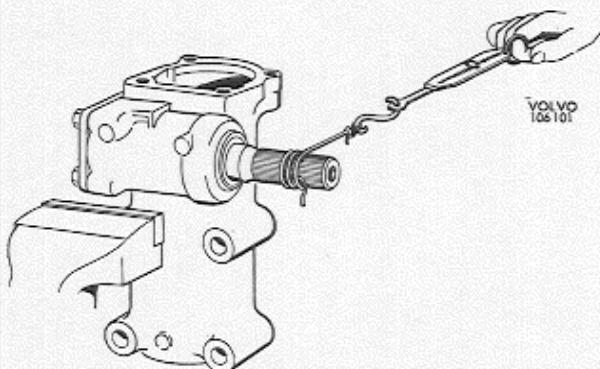
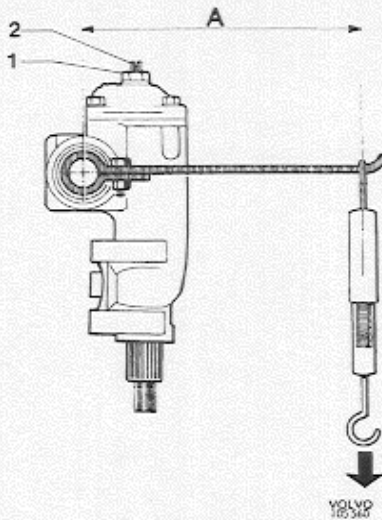
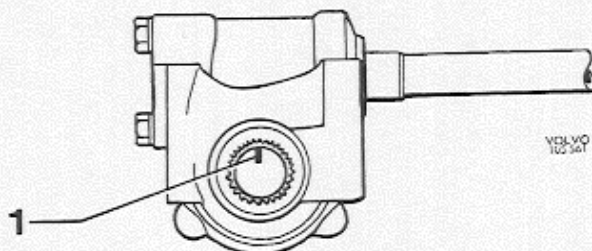

Abb. 53 Prüfung der Lagervorspannung
Abb. 56 Kontrolle des Flankenspiels, Lenkschnecke – Lenkrolle
Abb. 57 Lenkmittelstellung
Lenkgehäuse einbauen. Lenkgehäuse so in einen Schraubstock spannen, daß die Lenkschnecke waagrecht zu liegen kommt. Vorderen Lenkgetriebedeckel mit Scheibenbeilage und Paßscheiben von insgesamt gleicher Stärke wie beim Ausbau einbauen. Deckelschrauben festziehen und gleichzeitig kontrollieren, daß die Lenkschnecke sich zwar leicht, aber dennoch spielfrei umdrehen läßt. Bei richtiger Lagervorspannung soll das erforderliche Drehmoment für die Schnecke 1,0–2,5 kpcm betragen. Das Drehmoment wird mit Hilfe einer Schnur und einer Federwaage festgestellt, s. Abb. 53. Die Federwaage soll dabei eine Belastung zwischen 1,0 und 2,5 kp anzeigen. Bei abweichendem Drehmoment (Lagervorspannung) kann eine Berichtigung durch Entnahme bzw. Beilage weiterer Paßscheiben vorgenommen werden.
8. Lenkgetriebe in Mittelstellung drehen (Abb. 57). Stellschraube so weit hineindrehen, bis beim Überfahren der Lenkrollenmitte in beiden Richtungen ein spürbarer Widerstand entgegenwirkt. Die Einstellung des sog. „Druckpunktes“ der Lenkung kann auf verschiedene Weise gemessen werden. Geschieht die Messung mit Schnur und Federwaage, vgl. Abb. 53 soll die Waage einen Ausschlag von 8–14 kp in Lenkmittelstellung anzeigen. Bei der Messung mit Schwinghebel und Federwaage gem. Abb. 56 soll die Waage einen Ausschlag von 0,4–0,7 kp anzeigen. Bei einwandfreier Flankenvorspannung zwischen Schnecke und Rolle wird die Stellschraube mit der Gegenmutter abgesichert. Die Kontrollmessung ist nach Absicherung der Stellschraube zu wiederholen.
1. Lenkgetriebe und Lenkrad in Lenkmittelstellung drehen (Abb. 57).